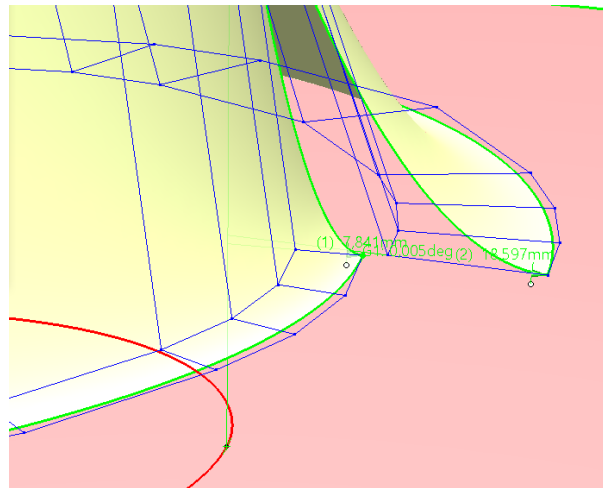

Figura 2.77 Aplicación Length-Individual ON.
- **Individual:** permite aplicar diferentes longitudes en cada extremo de la superficie resultante como se ve en la Figura 2.77.